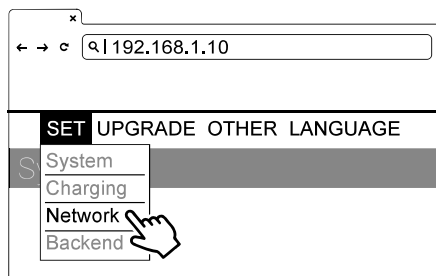

Figura 33. Menu SET
- 1) Selezionare Network. Vedere la figura 33.